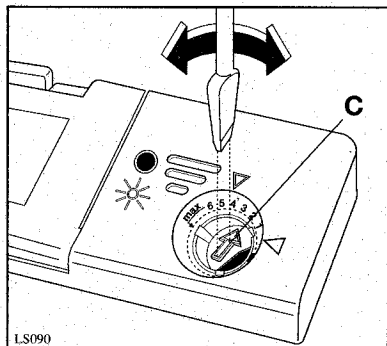

Abb. 6
Die Dosierung des Klarspülmittels ist auf Grund des erreichten Glanz- und Trocknungsergebnisses zu regeln. Hierzu die Flüssigkeitsmenge durch den im Inneren der Einfüllöffnung befindlichen Sechsstellen-Wähler (C) einstellen (Minimum-Position 1, Maximum-Position 6). Zur Drehung des Wählers verwenden Sie eine Messer- oder Schraubenzieherspitze (Abb. 6).